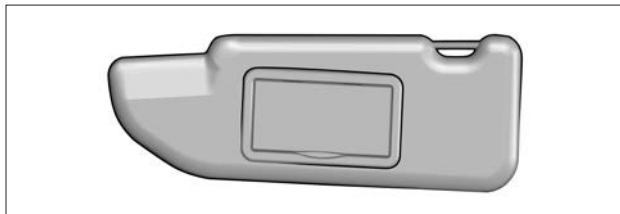

Рис. 4.3.2. Солнцезащитный козырек водителя
*В варианном исполнении* в солнцезащитном козырьке водителя (рис. 4.3.2) расположено индивидуальное зеркало.